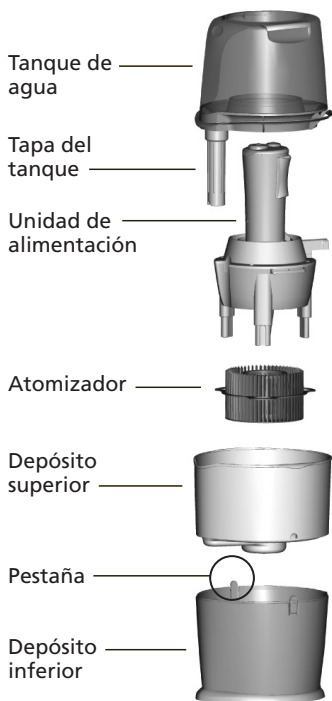

Figura 14
2. Una el depósito superior con el depósito inferior alineando las dos pestañas laterales. Vea la figura 14.